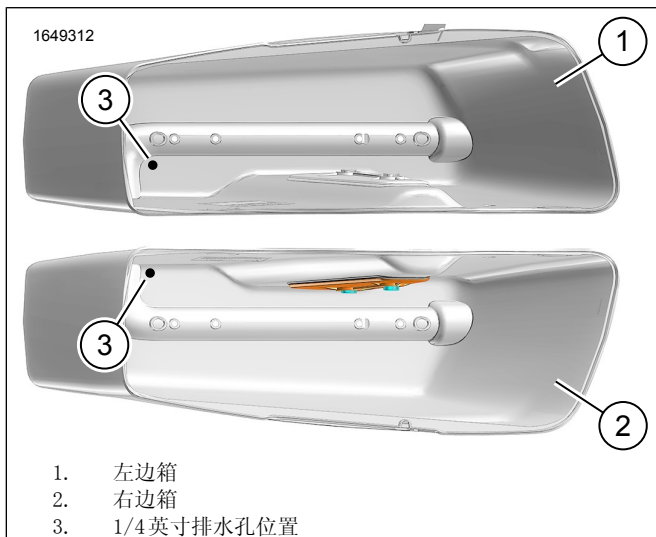

图10。排水孔放置
- d. 参见图10。排水孔：在合适位置钻2个1/4英寸排水孔(3)。